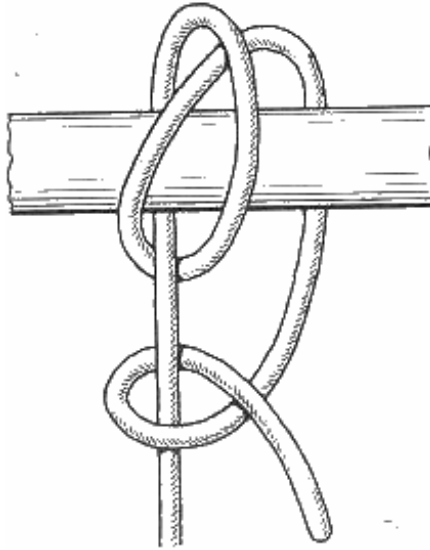

Рис. 45. Самозатягивающийся узел с полуштыком
**Самозатягивающийся узел с полуштыком** (рис. 45). Добавив к самозатягивающемуся узлу один или два полуштыка, мы получим более надежный узел, который можно будет применить для различных надобностей в быту.